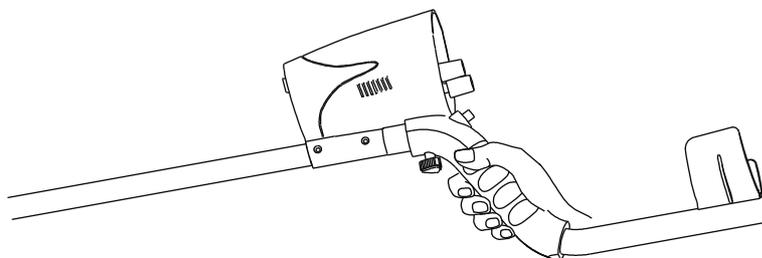

Figura 2.
2. Allineare i perni filettati in basso al manico, con le manopole sotto la scatola dei controlli e bloccarla con le viti (Figura 2.).